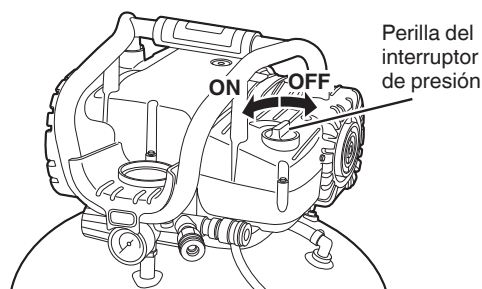

Fig. 2
Cerchiórese de que el mando del disyuntor neumático esté en la posición "OFF". Si inserta el enchufe a un tomacorriente con el mando en la posición "ON" (Fig. 2), el compresor comienza inmediatamente a funcionar y podría causar lesiones serias.
Inserte el enchufe en el tomacorriente y opere el compresor utilizando la perilla del interruptor de presión. (Consulte la Fig. 2).
- (1) Coloque la perilla del interruptor de presión en la posición “OFF”. (Consulte la Fig. 2).
(2) Desconecte el enchufe del tomacorriente.
(1) Coloque la perilla del interruptor de presión en la posición “OFF” y desconecte el enchufe del tomacorriente (Fig. 2).
(2) Verifique primero las siguientes causas posibles: falta de ventilación apropiada, o una temperatura del aire exterior o de la habitación demasiado elevada.
(3) Si el cable de extensión no cumple con las especificaciones indicadas en la página 27, cámbiela por la indicada en esta página 27. Si la capacidad de la fuente de alimentación es insuficiente, aumentela para eliminar la causa de la circulación de corriente excesiva (sobrecorriente).
(4) Espere aproximadamente 30 minutos.